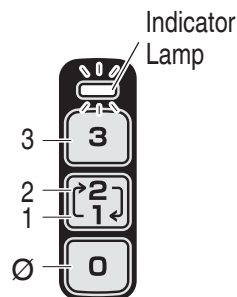

Fig. 14
2. The Indicator Lamp (**Fig. 14**)